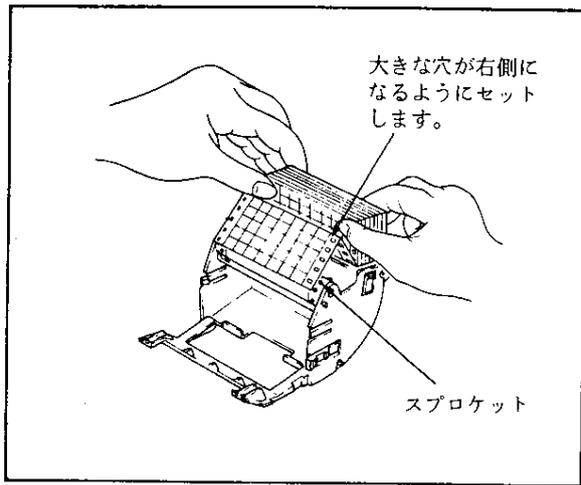

図 5.5
- (7) 記録紙をセットします。このとき、記録紙の穴に sprocket が正しく入るようにします（記録紙の方向をまちがえないようにしてください）（図 5.5）。
このとき、記録紙の左右両サイドを図 5.5 のようにつまみながら、右手（左手）の中指で記録紙おさえ金具を前方にたおし記録紙をセットします。